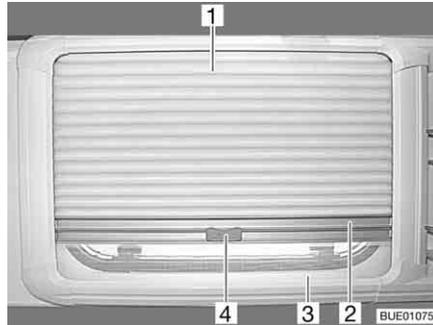

Fig. 53 Ventana abatible
- Sujetar el estor plegable (Fig. 53,1) por el centro del agarradero (Fig. 53,2), tirar de arriba hacia abajo y soltarlo a la altura deseada. El estor plegable se queda fijo a esta altura.
- Tirar del tirador (Fig. 53,4) de la mosquitera enrollable (Fig. 53,3) hacia arriba hasta que choque con el estor plegable (Fig. 53,1).
- Inclinar el tirador (Fig. 53,4) de la mosquitera enrollable.